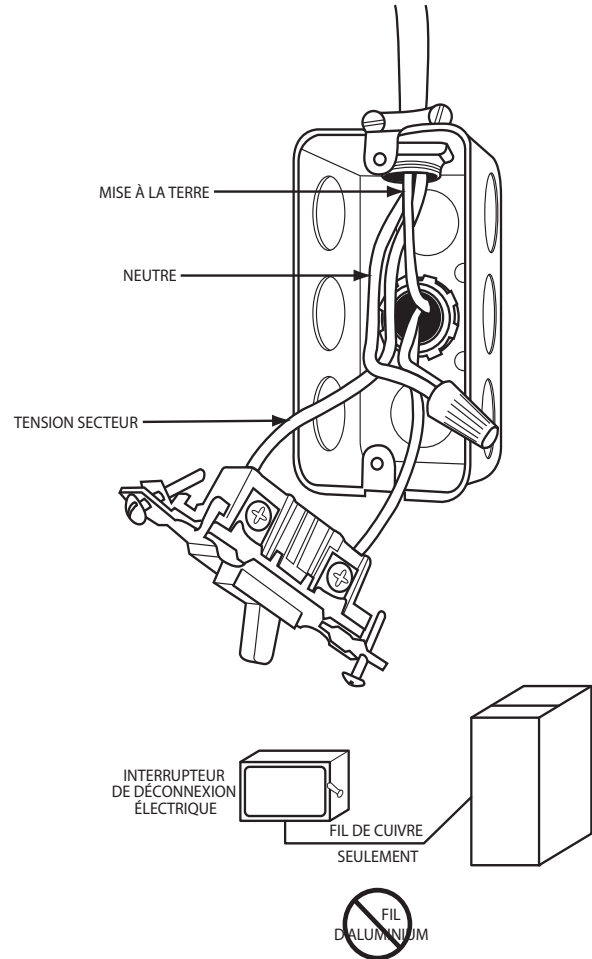

Fig. 32 - Coffret électrique fourni sur le site sur le caisson de la chaudière
Ne branchez jamais un fil d'aluminium entre le disjoncteur et la chaudière. Utilisez uniquement du fil de cuivre. (Consultez la Fig. 32.)
1. Fixez un coffret électrique externe fourni sur place à l'extérieur du caisson en vissant deux vis fournies sur place de l'intérieur du coffret électrique à l'intérieur du caisson. (Consultez la Fig. 32.)
9. Terminez la pose du câblage de disjoncteur externe et l'installation. Raccordez les fils de tension de ligne tel qu'illustré à la Fig. 32. Utilisez les pratiques exemplaires (NEC aux É.-U. pour traversées de câbles, serre-fils, etc., CANADA : Code canadien de l'électricité CSA C22.1)